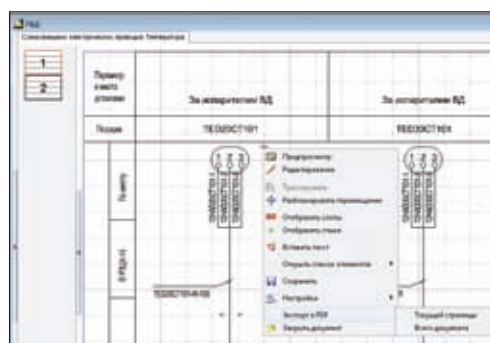

Рис. 18. Экспорт в PDF
**Экспорт в PDF.** Экспорт в PDF можно выполнять как из структуры документов, так и из открытого документа. В первом случае все страницы документа экспортируются в один файл с расширением \*.pdf. При этом перед экспортом выполняется обновление всех данных в документе. Таким образом, сохраняемый документ будет полностью соответствовать текущему состоянию модели проекта. Во втором случае (при экспорте из открытого документа) пользователю предоставляется выбор (рис. 18):